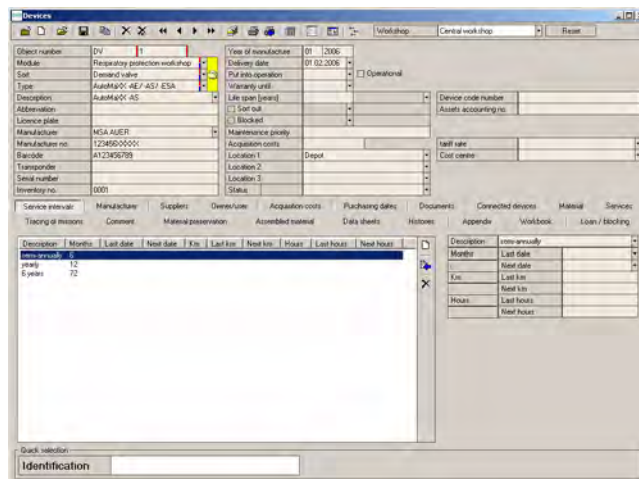

Bild 68 Menü: Technik - Registerkarte "Intervalle"
- (1) Gehen Sie vor wie bei *Intervallen* [→ Abb. 68].
- (2) Wählen Sie das Material aus, und geben Sie dann auf der rechten Seite das letzte Ersatzdatum ein.